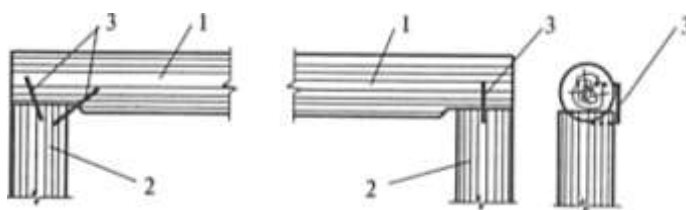

Рис. 3. Опираение деревянной балки на деревянные стойки:
**Задача 3.** Постройте расчетную схему для деревянной балки, опирающуюся на деревянные стойки и закрепленную с помощью стальных скоб (рис. 3)